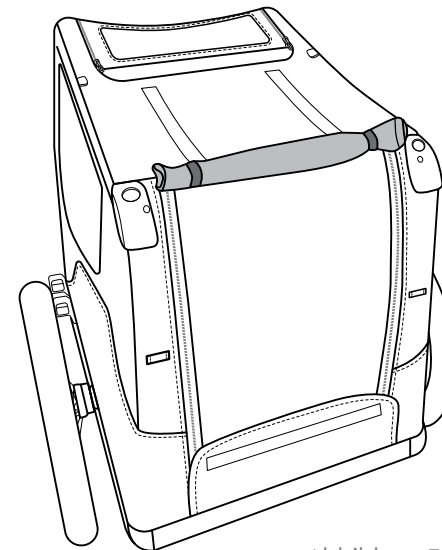

Abbildung 31
3. Die Abdeckung der Hecktür kann aufgerollt und gesichert werden, indem die Aufhängehaken an der Stelle ③ in die reflektierenden Schlaufen eingesetzt werden (Abbildung 31).